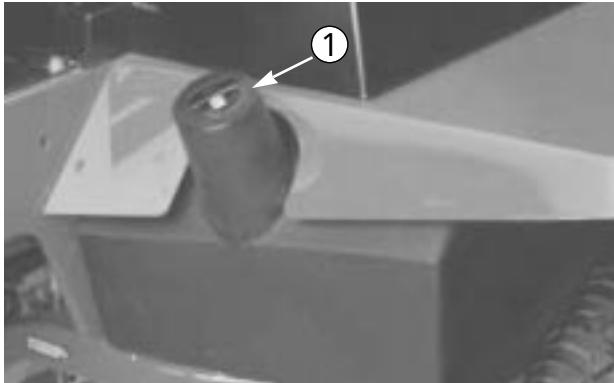

図57
3. インジェクション・ポンプ・レバーのアーム（図57）をハイアイドル・ストップに当てた状態でケーブル・コネクタを締める。